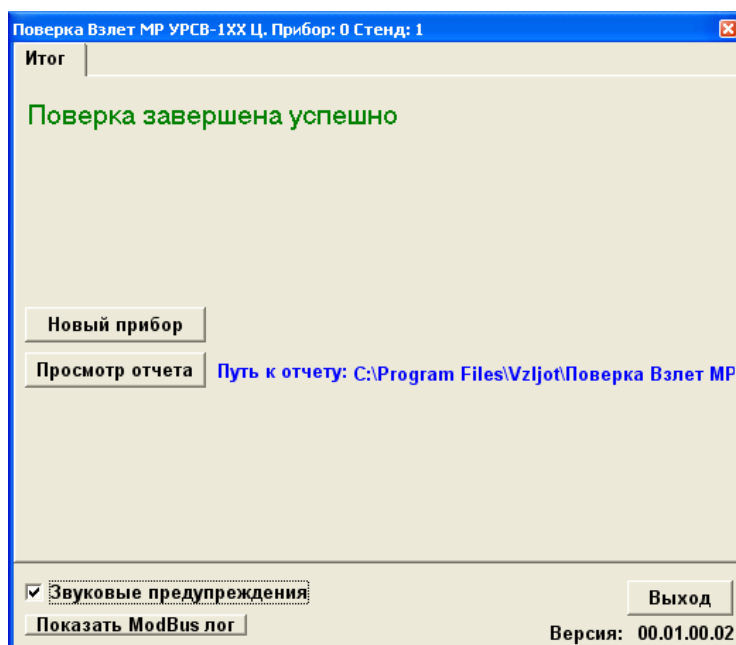

Рис. 49. Сообщение об успешном завершении поверки
- 2.7.8. По завершению поверки, если погрешности измерения расхода и объема находятся в пределах нормы, на мониторе ПК появится сообщение (рис. 49):